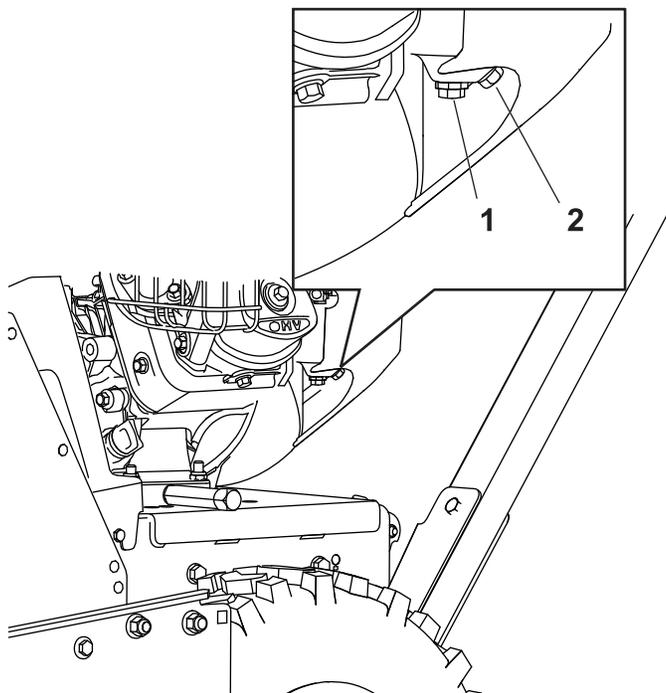

Figura 31
1. Localice el perno de vaciado situado en el orificio lateral de la cuba del carburador (**Figura 31**).